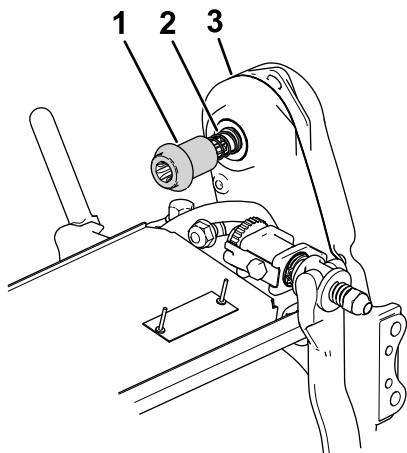

Figura 7
4. Instale o acoplador e a mola no conjunto de acionamento do cilindro da unidade de corte (Figura 7).
5. Certifique-se de que o acoplador (Figura 7) possa se mover facilmente para frente e para trás no eixo de transmissão.